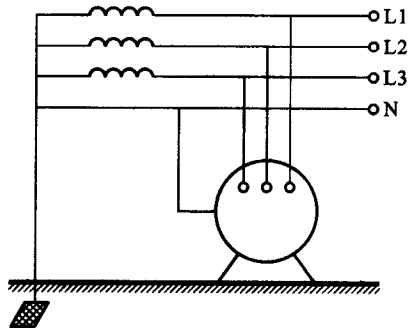

图 1-5 保护接零
③ 保护接零:是将电气设备的金属外壳通过导线与电网的零线(中性线)连接起来,如图 1-5 所示。